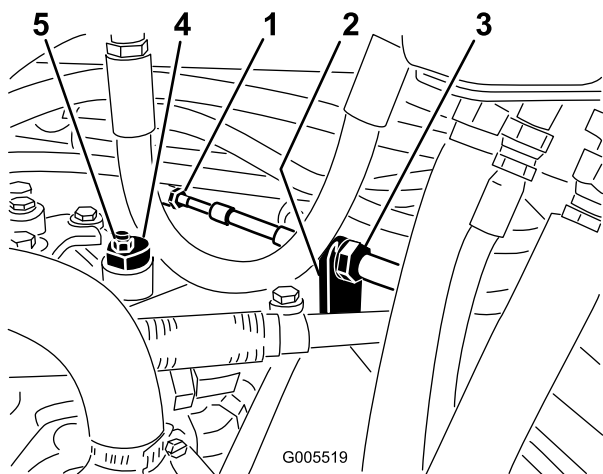

Figura 52
- A. Allentate entrambi i controdadi che fissano il cavo di comando della trazione alla paratia dell'igrostatato (Figura 52). Verificate che i controdadi siano ugualmente allentati, in modo sufficiente da consentire la messa a punto.
**Nota:** Allentate il dado che fissa l'eccentrico alla parte superiore dell'igrostatato (Figura 52).
(Figura 52). Verificate la regolazione portando l'acceleratore in posizione Slow e Fast.
- D. Da ambo i lati della piastra serrate in modo uniforme i dadi che fissano il cavo di trazione alla piastra (Figura 52). Non torcete il cavo.